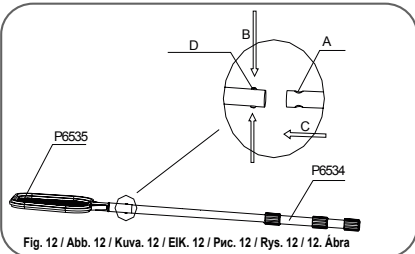

Fig. 12 / Abb. 12 / Kuva. 12 / EIK. 12 / Pvc. 12 / Rys. 12 / 12. Ábra
1. Connect the skimmer head (P6535) to the pole (P6534) ensuring the spring-loaded pins snap into the pre-drilled holes. (See Fig. 12)
1. Ligue o cabeçal do skimmer (P6535) à haste (P6534) verificando que os pinos de mola encaixam nos orifícios existentes. (Veja Fig. 12)
1. Conecte el cabezal del skimmer (P6535) al mango (P6534) asegurándose de que las clavijas accionadas por muelles se ajustan en los orificios pretaladrados. (Vea Fig. 12)
1. Den Skimmerkopf (P6535) auf die Stange (P6534) aufsetzen und sicherstellen, dass die Federstifte in die vorgebohrten Löcher einrasten. (Siehe Abb. 12)
1. Collegare la testa dello skimmer (P6535) all'asta (P6534) assicurandosi che le linguette a molla scattino in posizione (Vedere Fig. 12).
- Fixez la tête de l'aspirateur (P6535) au manche (P6534) en vous assurant que les linguets à ressort s'enclenchent dans les ouvertures percées. (Voir Fig.12)
- Наденьте головку скиммера (P6535) на шест (P6534), при этом подпружиненные кнопки должны попасть в отверстия. (См. Рис. 12)
- Połącz głowicę skimmera (P6535) do rurki (P6534), sprawdzając, czy zawleczki sprężynowe zatrzymują się w uprzednio wywierconych otworach. (Patrz Rys. 12)
- Koppla skimmers munstycke (P6535) till skaftet (P6534) och försäkra dig om att de fjädrande stiften fäster fast i de förborrade hålen. (Se Fig.12)